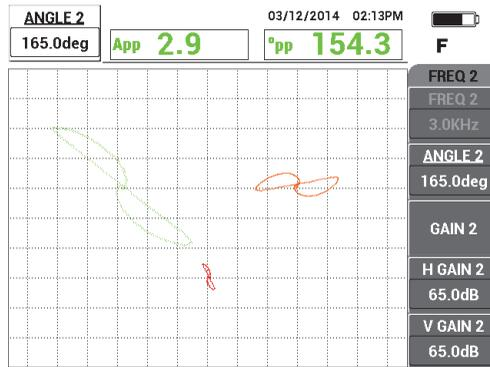

図 5-138 周波数 2 の位相の調整
- 位相キー (◀⊙) を 2 回押し、ホールの信号がほぼ垂直になるまで周波数 2 信号の位相を調整します (227 ページの図 5-138 を参照)。